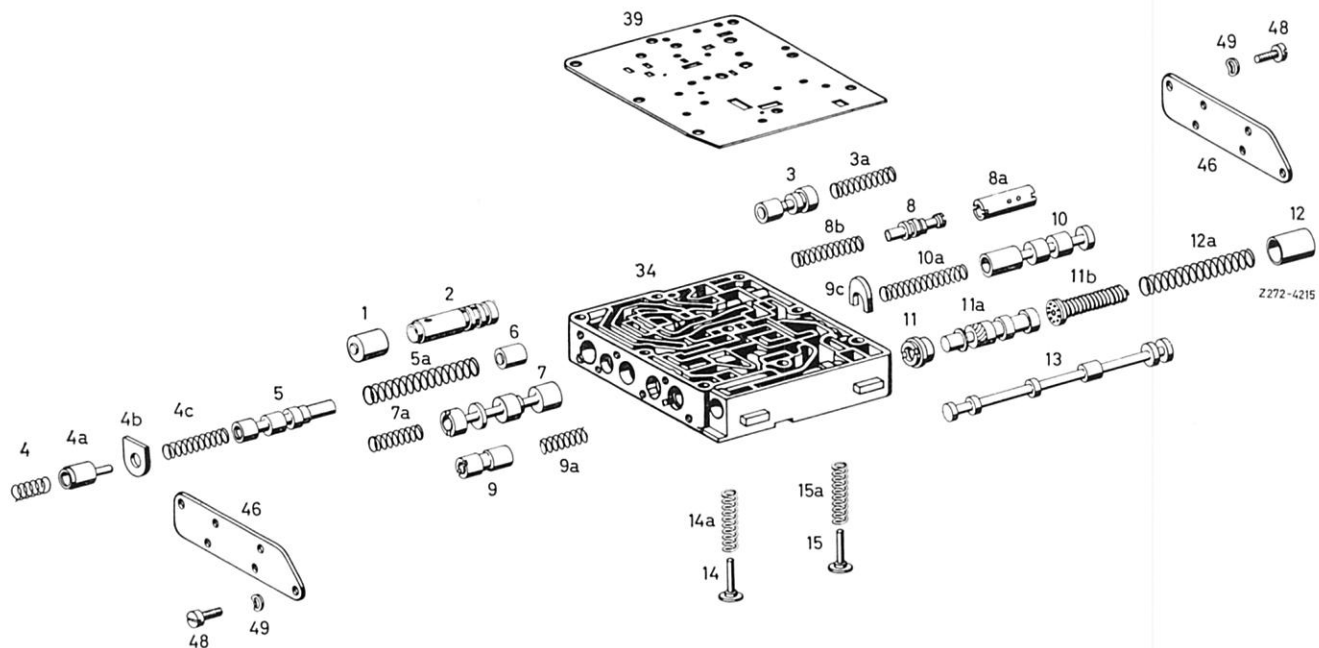

Bild 27-18/13
28 Verschußblech (43) auflegen und Schrauben (48) mit Federscheiben (49) eindrehen (Bild 27-18/9).